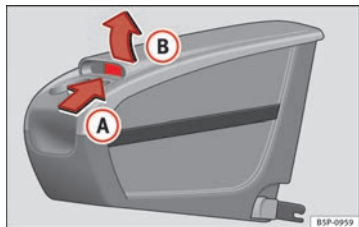

Abb. 105 Zusätzliche Ablage. Öffnen.
- Die Klappe **(B)** im Bereich **(A)** ⇒ Abb. 105 anheben.